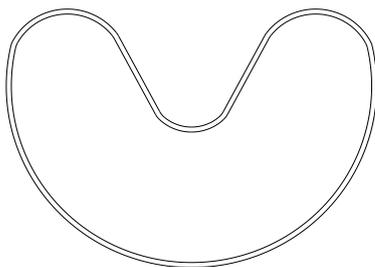

Bild 19: Montage von Dichtung und Abstreifer
- Setzen Sie neue Dichtungen (Bauteil 1.10) und Abstreifer (Bauteil 1.9) in den Sattel ein. Hierzu können die Bauteile herzförmig geformt werden (siehe Bild 19).